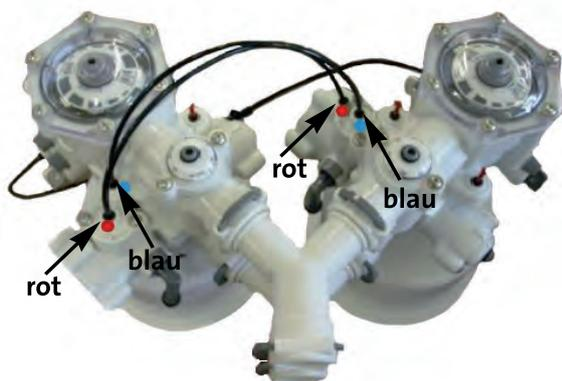

Abb. 1
2. Verbinden Sie die beiden Verbindungsrohre der Enthärter (siehe Abb. 1) mit den dazugehörigen Schnellkupplungen. Die Schnellkupplungen sind im Bild farblich markiert! (rot zu rot, blau zu blau).